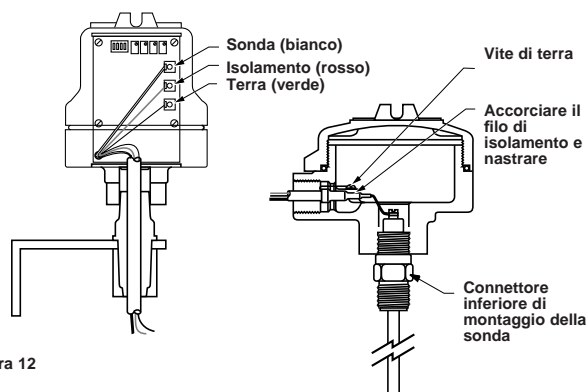

Figura 12
Durante la lettura delle istruzioni che seguono, fare riferimento alla **Figura 12**.
2. Avvitarla strettamente controllando che la chiave inglese venga posizionata SOLO sul dado inferiore. **Vedere Figura 12**.
3. Avvitare la custodia del preamplificatore sulla sonda. **Vedere Figura 12**.